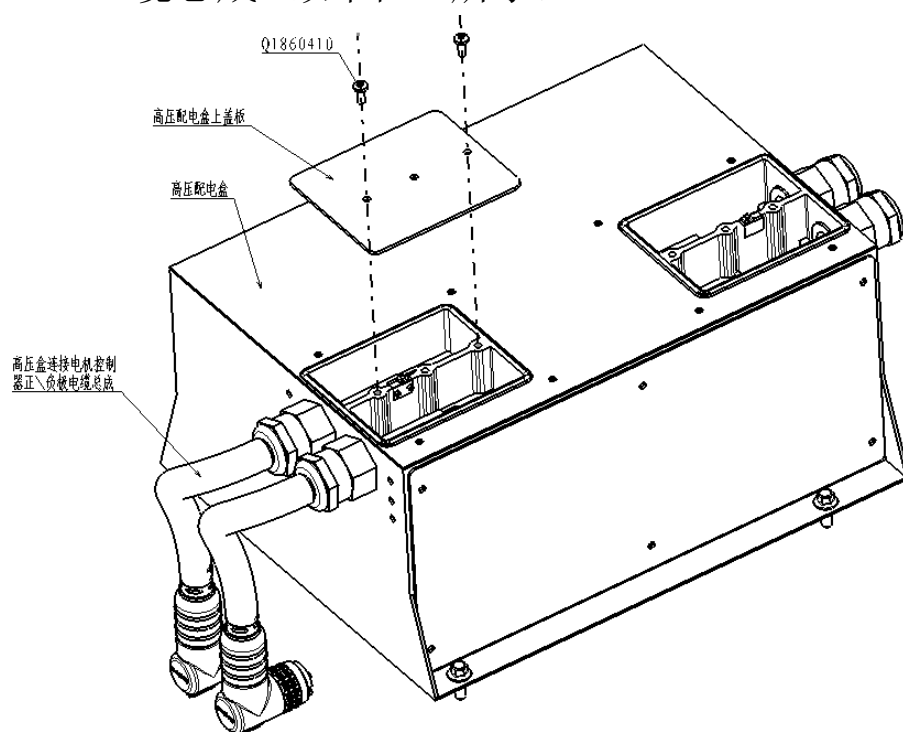

图9-6 维修步骤5
5、高压盒连接电机控制器正、负极电缆总成的拆卸，首先用十字螺丝刀旋出高压配电箱上盖板上两个Q1860410螺钉，打开高压配电箱上盖板（如图9-6所示）。